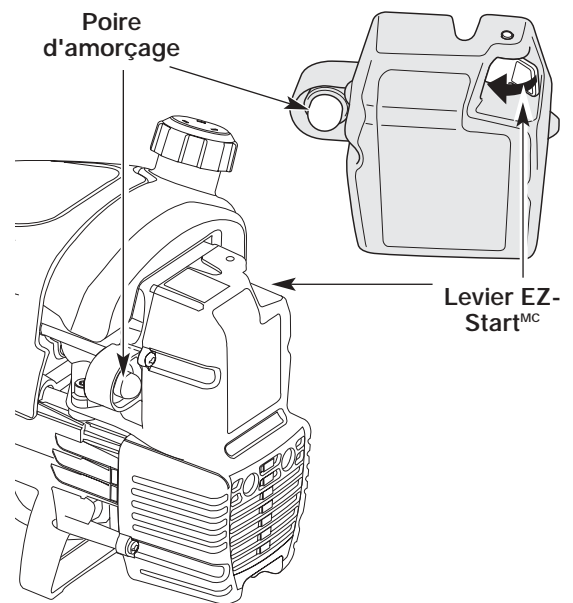

Figure 17
3. Enfoncez complètement la poire d'amorçage et relâchez-la lentement 10 fois de suite. Vous devriez voir du carburant dans la poire (Fig. 17). Si vous ne voyez rien, appuyez jusqu'à ce que le carburant apparaisse.
4. Poussez le levier EZ-Start^{MC} vers la gauche jusqu'à ce qu'il émette un déclic et se verrouille (Fig. 17).